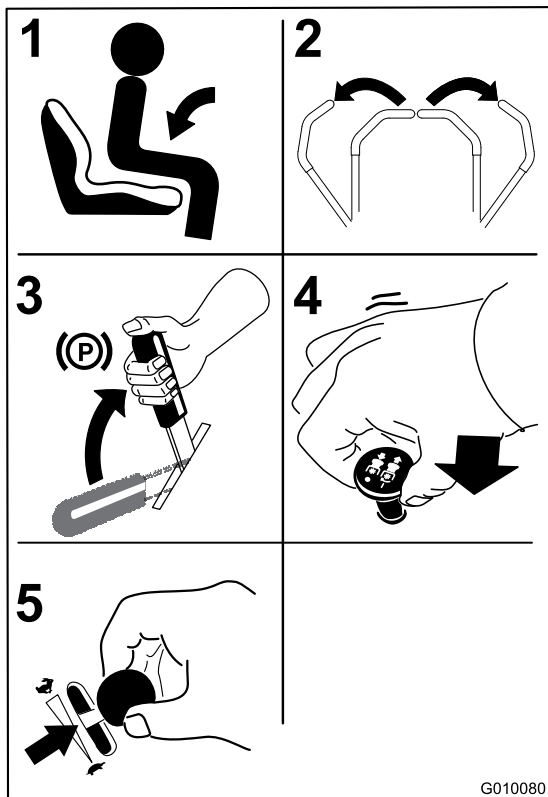

Figura 18
1. Sente-se no banco (Figura 18) e aperte o cinto de segurança.
2. Desloque as alavancas de controlo do movimento para fora para a posição de bloqueadas em ponto-morto (Figura 18).
3. Aplique o travão de mão (Figura 18); consulte Aplicar o Travão de Mão.
4. Desloque o interruptor de controlo da lâmina (PTO) para a posição Off (Figura 18).